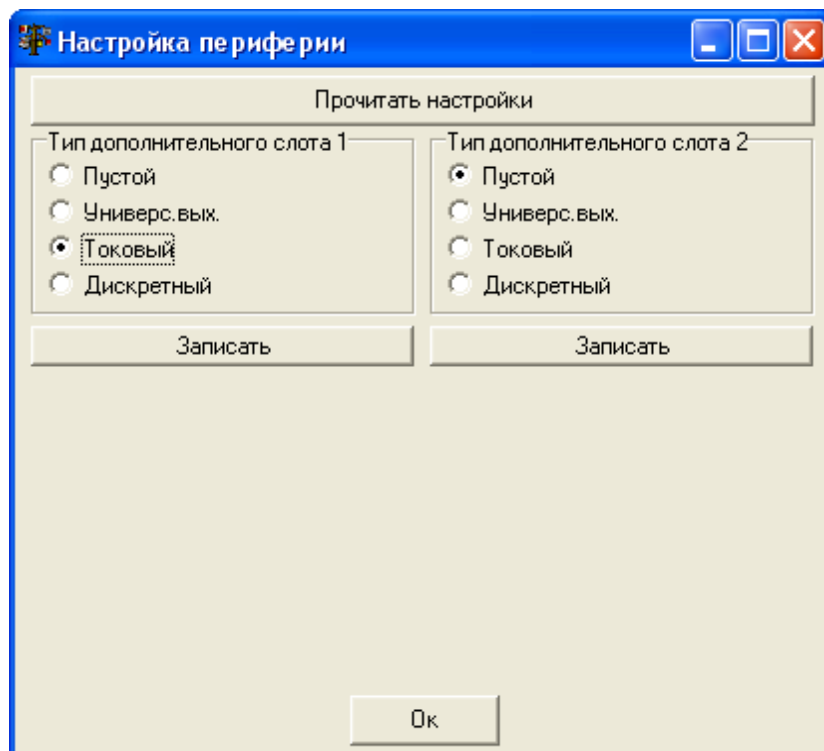

Рис. 27. Вкладка «Настройка периферии».
2.6.6. Нажмите кнопку **Перейти к настройкам периферии**. На мониторе появится вкладка (рис.27):